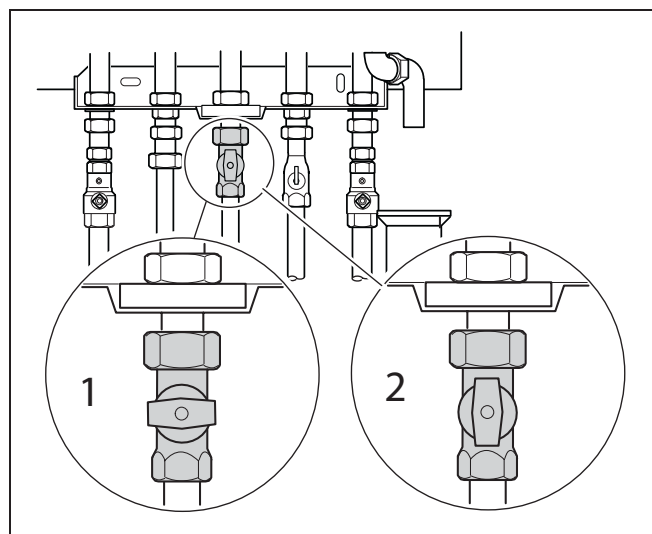

Fig. 31 Rubinetto del gas
- Chiudere il rubinetto del gas (fig. 31, pos. 2).
- Aprire il rubinetto del gas (fig. 31, pos. 2).
- Chiudere il rubinetto del gas (fig. 31, pos. 1).
- 2) Chiudere il rubinetto del gas sito sotto l'apparecchio (fig. 31, pos. 1).
- Chiudere la valvola del gas sita sotto la caldaia (fig. 31, pos.1).